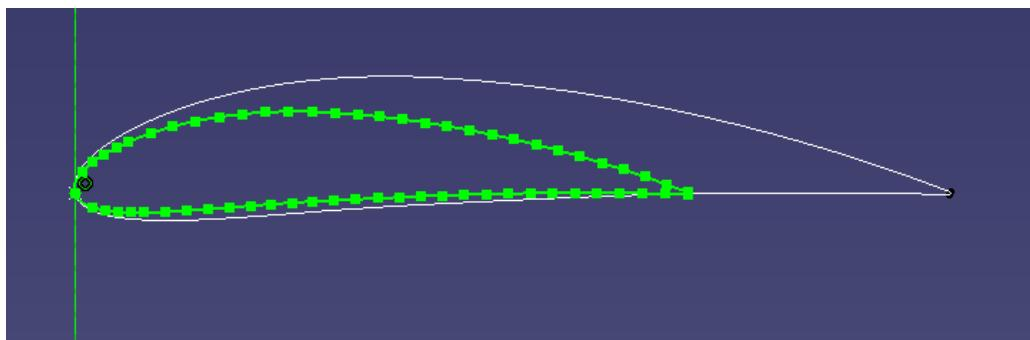

Figura 24. Estrechamiento
- En la Figura 24 se ha dibujado un perfil con un estrechamiento del 30% para el perfil de la punta del ala.